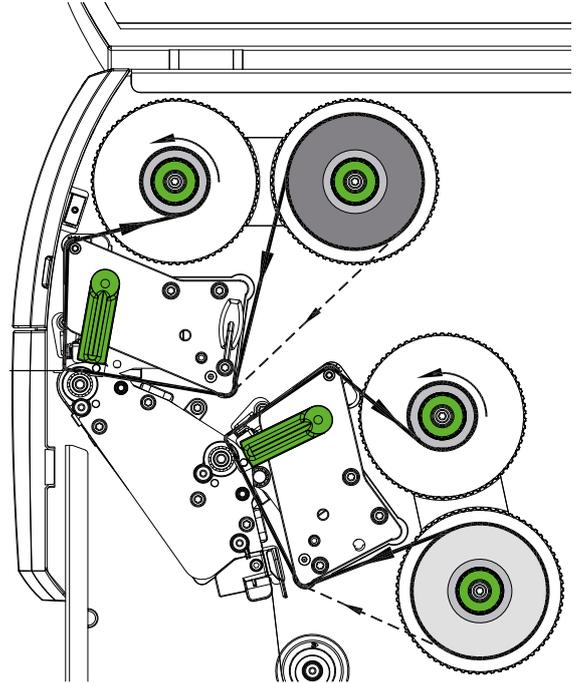

Figure 17 Défilement du ruban transfert
5. Pousser un mandrin (2) approprié sur l'enrouleur de ruban transfert (3) et le fixer de la même manière.
6. Guider le ruban transfert à travers le mécanisme d'impression comme décrit dans la Figure 17. La ligne en pointillée représente un ruban transfert à encrage externe.
7. Fixer le début de ruban transfert avec une bande adhésive sur le mandrin (2). Respecter le sens de rotation de l'enrouleur de ruban transfert, à l'inverse des aiguilles d'une montre.
8. Tourner l'enrouleur de ruban transfert (3) dans le sens inverse des aiguilles d'une montre pour lisser le ruban transfert.
9. Tourner le levier (1) dans le sens des aiguilles d'une montre pour verrouiller la tête d'impression.